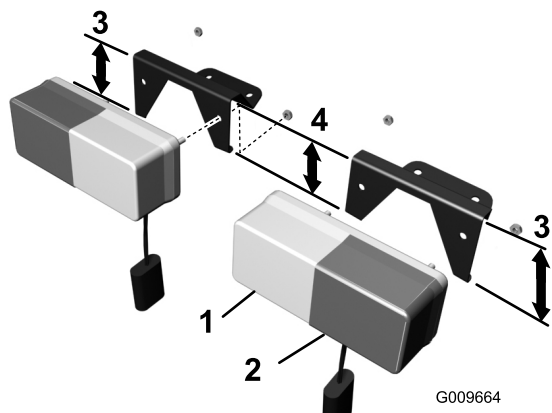

Figura 5
2. Individuate le staffe sinistra e destra delle luci di direzione. Le staffe si distinguono per l'angolo presente sulla piastra frontale e per la gamba più lunga che si trova sempre sul lato esterno (Figura 5).
- Unite ogni luce di direzione alla staffa corrispondente in modo tale che il fanalino color ambra (segnalazione della direzione) si trovi sempre sul lato esterno (Figura 5).